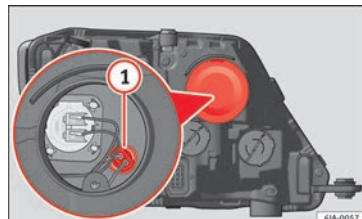

Fig. 90 Cambio de lámpara para la luz de posición.
- Quite la tapa protectora » **fig. 90**.
- Extraiga el portalámparas » **fig. 90** **1** tirando hacia afuera.